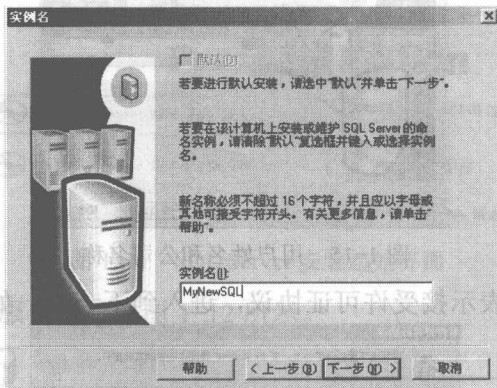

图 1-19 输入实例名
9) 此处输入实例名。本任务的实例名为“MyNewSQL”，单击“下一步”按钮，如图 1-19 所示。